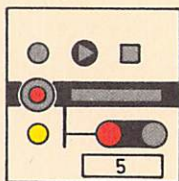

Bild 50
- (7) Mit einer Hilfsauflösung der Ausfahrzugstraße wird auch der erste Zentralblockabschnitt aufgelöst und das Zentralblocksignal auf Halt gestellt. Alle weiteren Zentralblockabschnitte bleiben festgelegt und die Zentralblocksignale in der Fahrtstellung. **Hilfsauflösung der Ausfahrzugstraße**
- (8) Das Zentralblocksignal am Anfang eines Blockabschnittes wird mit Besetzen des Blockabschnittes auf Halt gestellt; der Festlegeüberwachungsmelder erlischt. Der Blockabschnitt wird aufgelöst, wenn er geräumt ist; der Zielfestlegemelder erlischt. **Auflösen der Blockabschnitte**
- (9) Mit dem Besetzen des ersten Blockabschnittes in zulaufender Richtung ertönt kurzzeitig ein langsam schlagender Wecker als Vorblockmeldung. **Vorblockmeldung**
- (10) Fahrt zeigende Zentralblocksignale können durch Bedienen der Signalhaltgruppentaste und der Signaltaste auf Halt gestellt werden. Vor der erneuten Fahrtstellung ist der zugehörige Blockabschnitt durch Bedienen der Zentralblockhilstaste und der Zugstraßentaste am Ende des Blockabschnittes (Signal- bzw. Streckentaste) aufzulösen. **Auf Halt stellen der Zentralblocksignale**
- (11) Ein Zentralblocksignal kann durch Bedienen der Blocksignalsperrtaste und der Signaltaste in der Haltstellung gesperrt werden; der Sperrmelder leuchtet gelb (vgl. Bild 50). **Sperren und Entsperrn der Zentralblocksignale**